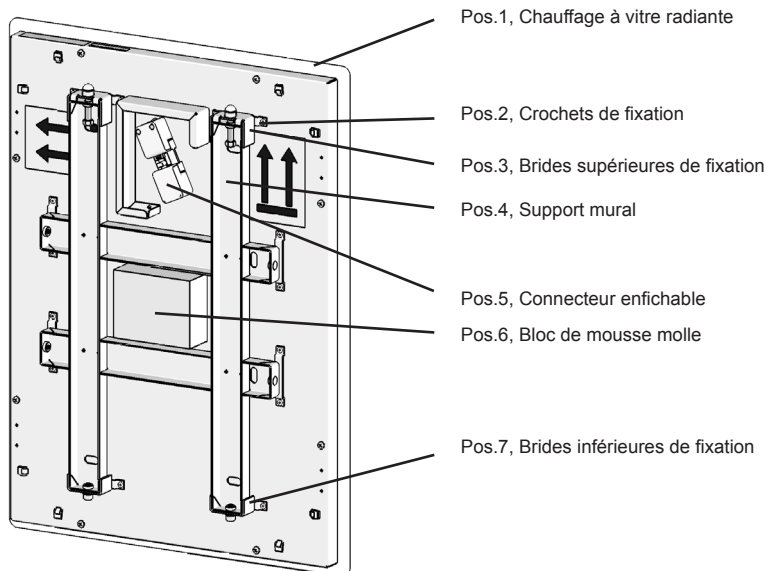

Figure 1: Vue arrière de l'appareil
- Ne pas enlever le bloc de mousse molle (Figure 1, Pos. 6) se trouvant au dos de l'appareil! Il ne s'agit pas d'un matériau d'emballage, mais d'un bloc d'appui de l'appareil au mur.
Le support mural (Figure 1, Pos.4) est déjà monté sur l'appareil lors de sa livraison. Pour le montage, le support doit être dévissé du chauffage à vitre radiante. Dévisser pour ce faire jusqu'à la butée les deux vis à six pans creux (SW5) sur les brides supérieures de fixation (Figure 1, Pos.3) de façon à ce que les brides puissent être dégagées du crochet (Figure 1, Pos.2) sous l'effet du ressort. L'appareil étant prévu pour un montage vertical, les deux brides de fixation supérieures se trouvent sur le côté de l'appareil comprenant également la fixation du câble d'alimentation (Figure 1, Pos.5). Après les avoir desserrées, soulever le support mural de quelques centimètres au dessus de l'appareil et le retirer vers le bas.